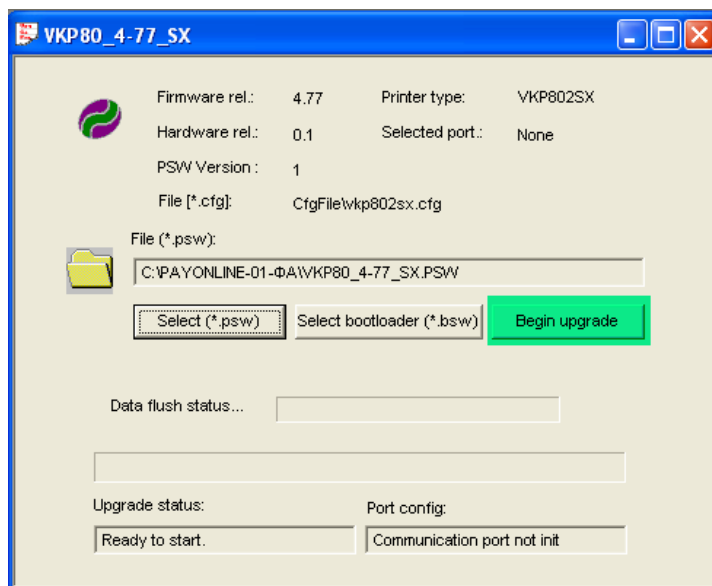

Рисунок 6 - Диалоговое окно утилиты «UpgCePrn».
2.3.7 Нажмите на кнопку «Begin upgrade» (см. Рисунок 6).